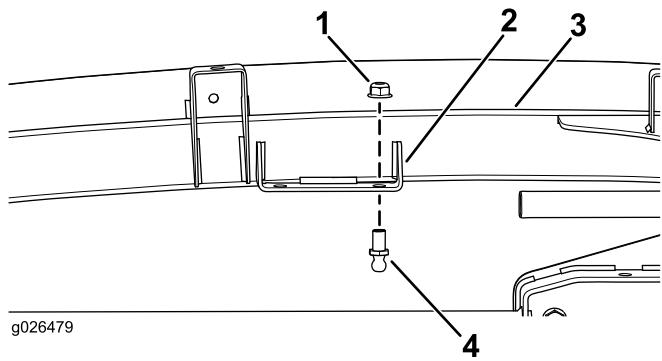

Figura 1
- Insira o perno de cabeça esférica através do furo traseiro no suporte da estrutura da cabina e instale a porca de bloqueio (5/16 pol.) no perno de cabeça esférica (Figura 1).